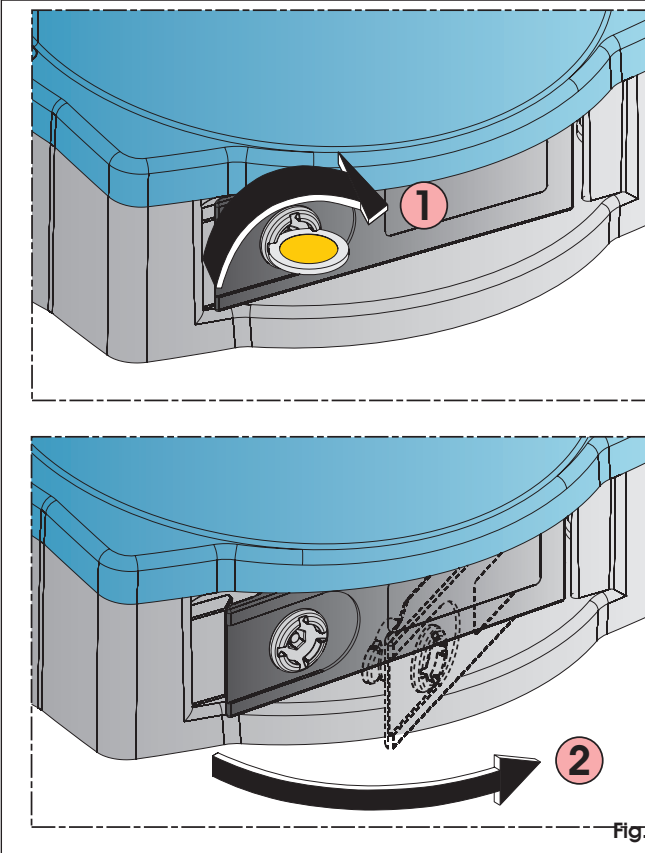

Fig. 1
2. Utilizzando una moneta ruotare in senso orario la serratura sino al suo arresto (Fig. 1 rif. 1);
3. Tirare la leva come indicato in Fig. 1 rif. 2